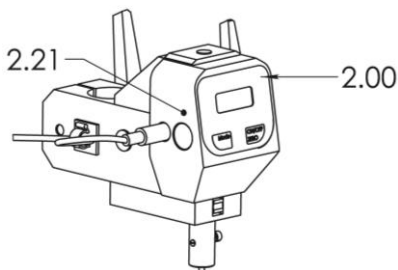

РИС. 7 СБРОС НАСТРОЕК ИЗМЕРИТЕЛЬНОГО УСТРОЙСТВА
- ❗ Если измерительное устройство (2.00, Рис.7) не работает правильно нужно сделать сброс RESET.
- Нажмите кнопку RESET (2.21, Рис.7) осторожно с помощью подходящего предмета (например, скрепки).